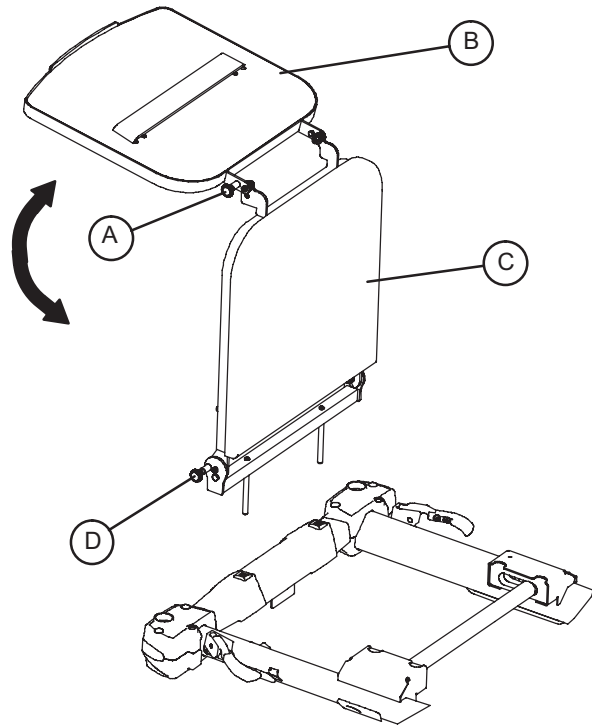

Figura 15 - Prolunga poggiapiedi/Vassoio del defibrillatore opzionale, estremità piedi
Per l'uso come vassoio del defibrillatore, estrarre la manopola superiore (A) e ruotare il vassoio (B) sulla prolunga poggiapiedi (C) fino a quando il vassoio si estende orizzontale sull'estremità piedi della barella, come illustrato nella Figura 15.
Per l'uso come prolunga poggiapiedi, estrarre la manopola (A) e ruotare il vassoio del defibrillatore all'indietro fino a quando si blocca contro la prolunga poggiapiedi (C). Mantenendo il gruppo, estrarre la manopola inferiore (D) e abbassare la prolunga poggiapiedi fino a quando è in piano, come illustrato nella Figura 15.